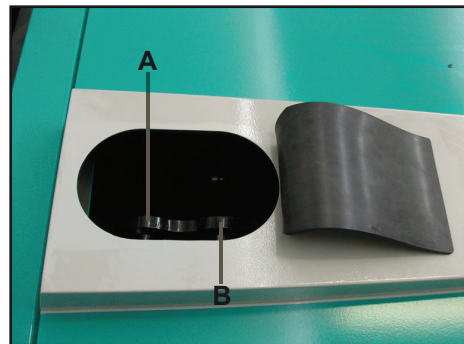

FIG.3
### 8. DESPLAZAMIENTO DE LA MÁQUINA (fig. 3)
Para elevar la máquina, sujétela por los puntos de enganche situados en la cabina (fig. 3). **Enganche A para máquina SIN cuchara; enganche B para la máquina CON cuchara.**
**!** - ¡Atención! Para elevar la máquina, emplee exclusivamente los puntos de enganche indicados en la fig. 3.